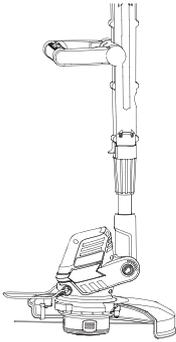
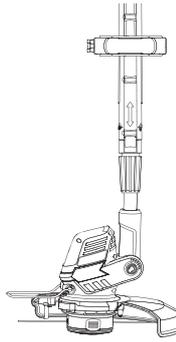

Fig. 14
Fig. 15
- > Mettez la tête de coupe sur le cran souhaité: à 0° pour de la pelouse sur sol plat (Fig. 14) et à 90° ou 180° pour de la pelouse située près des murs et sur les bordures (Fig. 15 et 16).